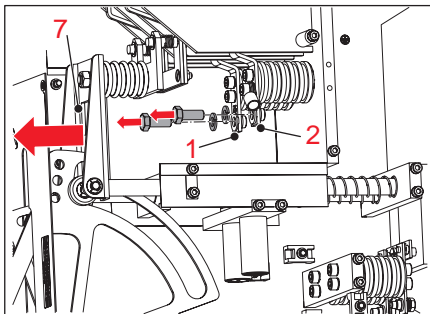
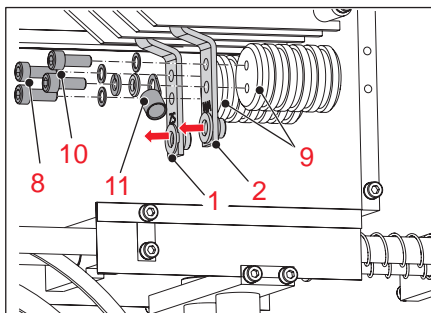

Bild 14
Bild 15
4. Den beweglichen Antrieb (7) mit der Hauptkontaktbrücke entgegen der Rastkraft nach vorne schieben, siehe **Bild 14**.
5. An den Hauptkontakten ZS (1) und WA (2) die Sechskantschrauben M 8 der wagenseitigen Kabelanschlüsse lösen und Schrauben, Sperrkantringe und Kabel abnehmen.
6. Die 2 Schrauben M6 (8) des Hauptkontaktes ZS (1) lösen und Schrauben, Sicherungsscheiben sowie den Hauptkontakt ZS (1) vom Isolator (9) abnehmen, siehe **Bild 15**.
7. Die 2 Schrauben M6 (10) des Hauptkontaktes WA (2) lösen und Schrauben, Sicherungsscheiben, Sperrkantring, Kabelschuh (11) mit Kabel (zum Kontakt K1/14) sowie den Hauptkontakt WA (2) abnehmen.
8. Neue Hauptkontakte ZS (1) und WA (2) mit den Schrauben M6 (8/10) und den Sicherungsscheiben an den Isolatoren (9) anschrauben. Dabei folgendes beachten:
- Hauptkontakt ZS (1) am linken Isolator befestigen.
- Hauptkontakt WA (2) zusammen mit dem Kabelschuh (11) (Kabel zum Kontakt K1/14) und Sperrkantring am rechten Isolator befestigen. (Jeweils von vorne, durch das Sichtfenster gesehen)
10. Wagenseitige Kabel an den Hauptkontakten ZS (1) und WA (2) mit den Sechskantschrauben M 8 und Sperrkantringen anschließen, siehe **Bild 14**.